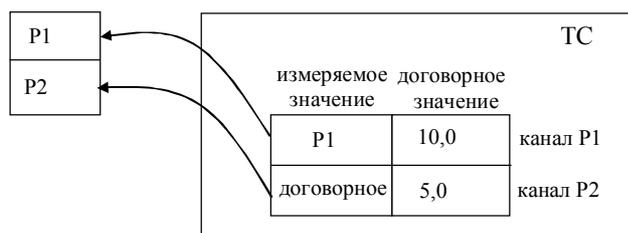

Рисунок 6.3
**1** В каждом канале объема, температуры и давления параметр может быть задан как измеряемым, так и договорным (см. дополнительные настройки ТС - таблицу Д3.1-2). Например (см. рисунок 6.3): в случае отказа ПД в канале P1, при выборе соответствующего типа реакции на НС, вместо измеренного давления в расчетах будет использоваться договорное значение, а в канале P2 – всегда используется только договорное значение и для этого канала не задаются верхнее и нижнее пороговые значения.